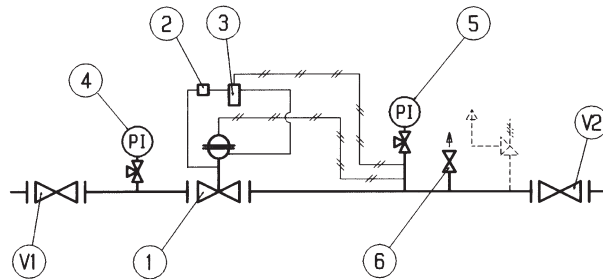

Fig. 19
5.3 MESSA IN SERVIZIO DEL REGOLATORE REFLUX 819 (FIG. 19)
5.3 COMMISSIONING THE REGULATOR REFLUX 819 (FIG. 19)
5.3 INBETRIEBNAHME DES REGELGERÄTS REFLUX 819 (FIG. 19)
5.3 MISE EN SERVICE DU DÉTENDEUR REFLUX 819 (FIG. 19)
5.3 PUESTA EN SERVICIO DEL REGULADOR REFLUX 819 (FIG. 19)
5.3 ATIVAÇÃO DO REGULADOR REFLUX 819 (FIG. 19)